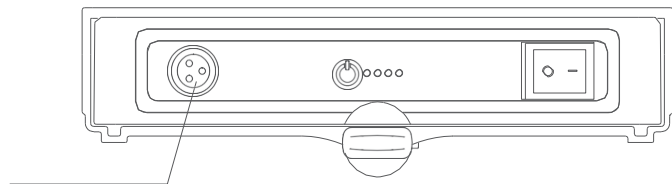

Imagen 6.10
- ▶ Método de carga 2: Retire la caja de batería de la silla de ruedas eléctrica e inserte el enchufe del cargador en la ranura, como se muestra en la imagen 6.10.